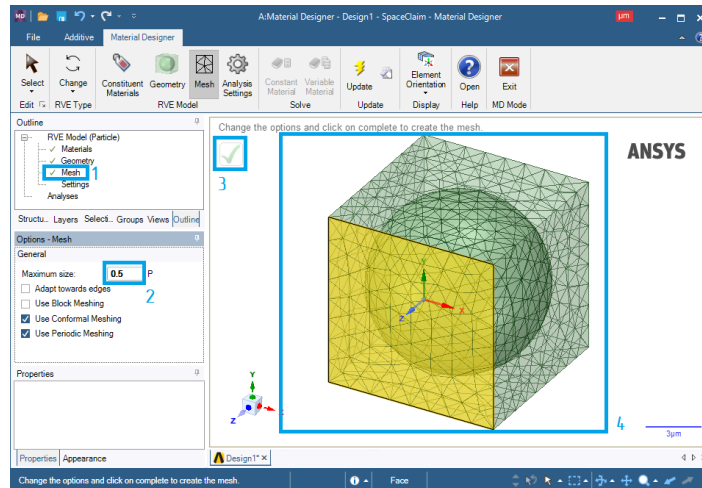

Рис. 10. Создание сетки объемного элемента модифицированной микроструктуры
7. Сгенерируем сеточную модель объемного элемента модифицированной микроструктуры (рис. 10). Нажимаем ЛКМ на **Mesh** (1) и задаем максимальный размер сеточного объемного элемента (2). Нажимаем на галочку (3) и видим на экране сгенерированную сетку (4) объемного элемента.